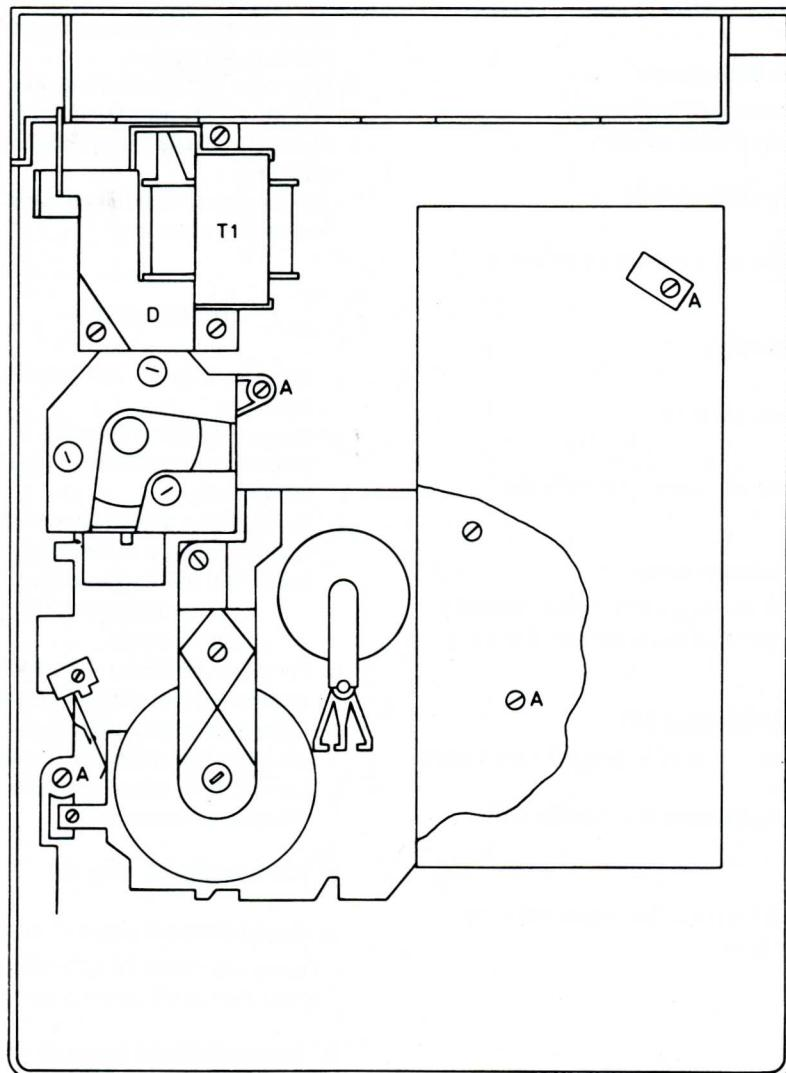

Fig. 1
### AUSBAU, Fig. 1
- Wenn die vier Befestigungsschrauben A (Fig. 1) entfernt sind, kann das Laufwerk mit Printplatte herausgenommen werden.
- Quando le viti di fissaggio A (Fig. 1) sono tolte, il meccanismo così come la piastra stampata potranno essere tolti.